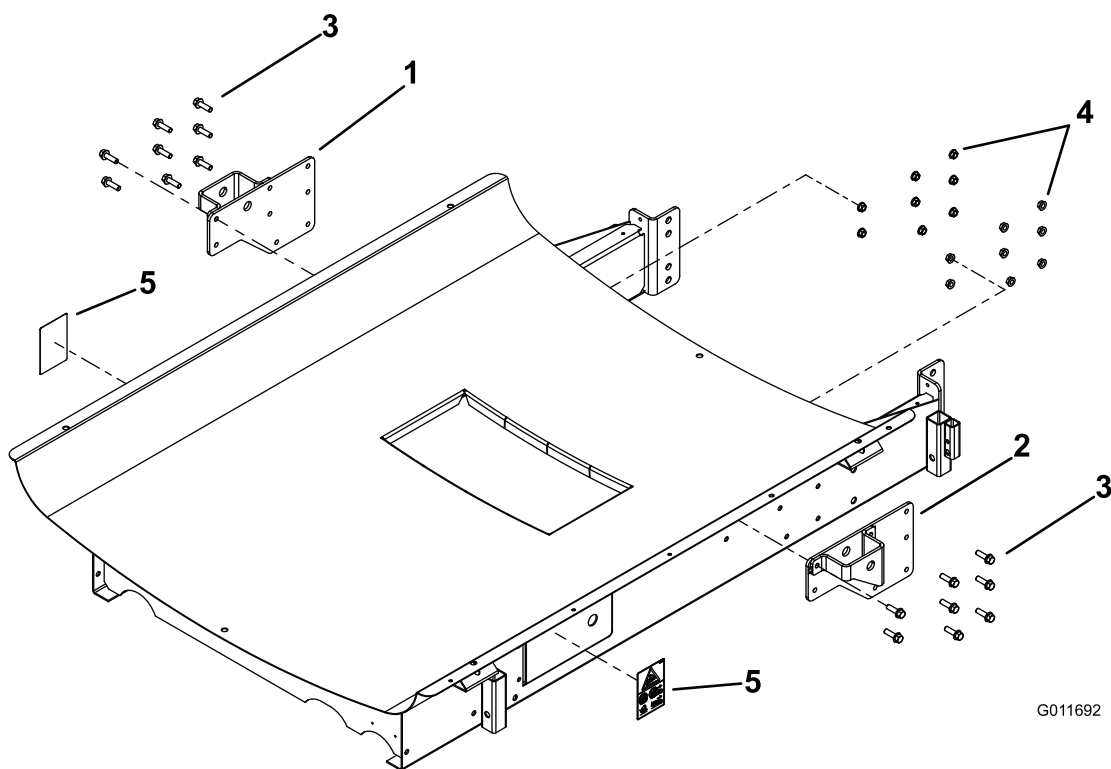

Figura 1
1. Applicare un adesivo sui pannelli di accesso sui lati destro e sinistro del telaio di supporto (Figura 1).